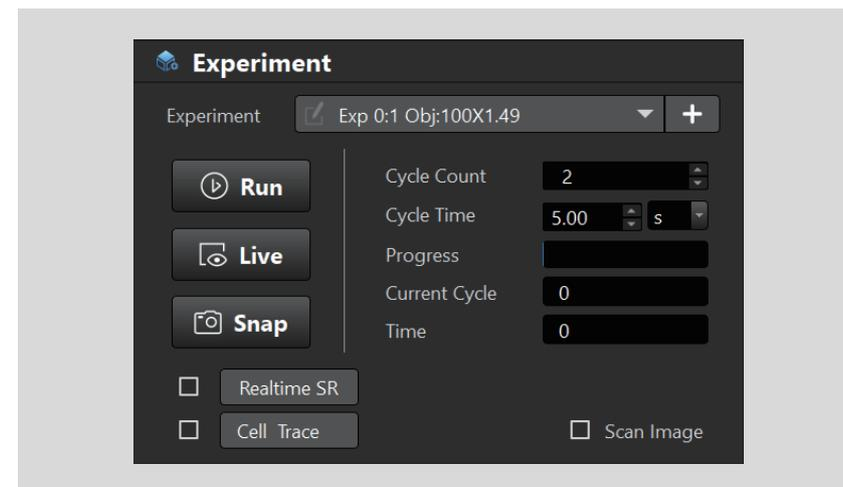

图3.2-1
- 1 打开桌面VSIM软件, 添加实验并设置拍摄循环数和每个循环间隔时间。在【Experiment】区域, 点击Experiment右侧“+”输入命名并添加实验, 然后设置Cycle Count为2, Cycle Time为5.00 s (Cycle Count和Cycle Time可按实验需求进行调整, 如图3.2-1所示。)